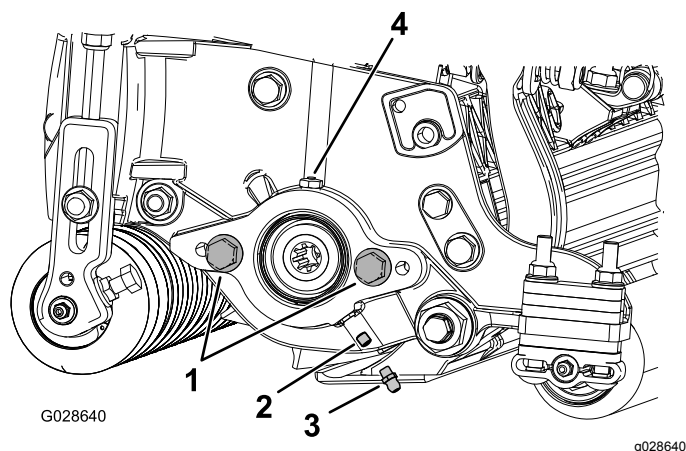

Figura 4
1. Retire e deite fora o parafuso de afinação da placa lateral do motor do cilindro (Figura 4).
2. Instale o bocal de lubrificação reto (Figura 4).
2. Se não existirem parafusos na placa lateral do motor do cilindro, instale-os (Figura 4).
5. Lubrifique a placa lateral até que saia lubrificante pela abertura de lubrificação (Figura 4).